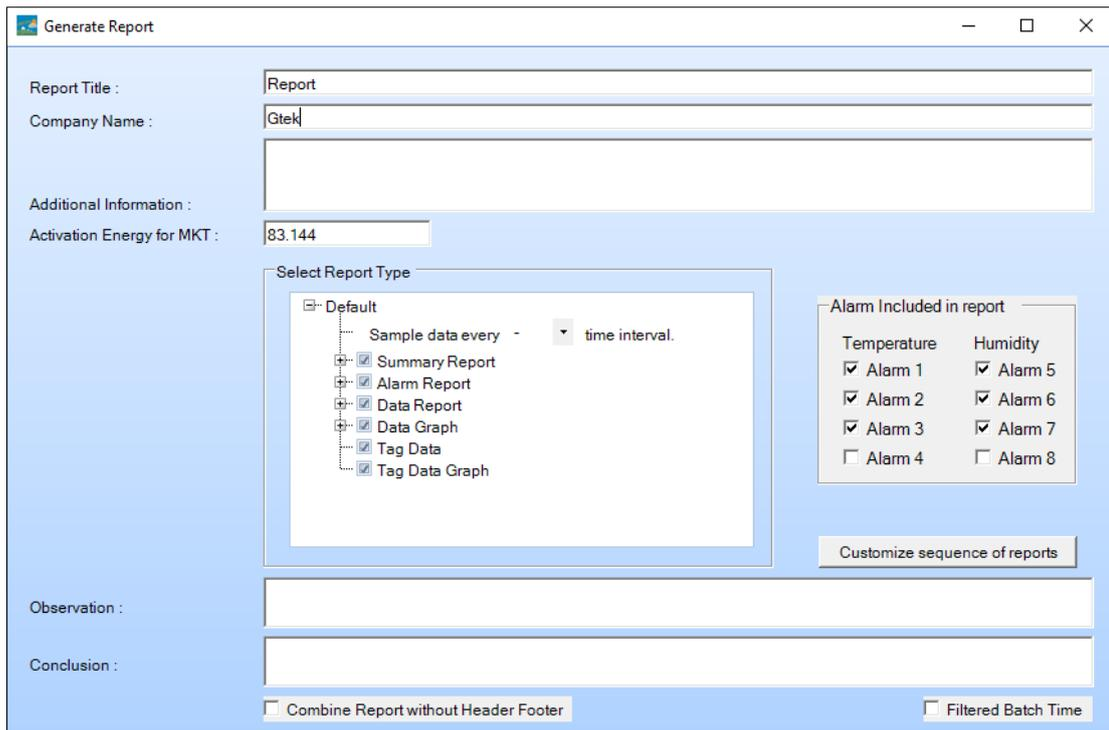

Figura 16 Llenado de las opciones para generar el informe PDF
- Para generar el informe PDF de datos, haga clic en el  icono. Aparecerá una ventana emergente con las siguientes opciones como se muestra en la figura 16.